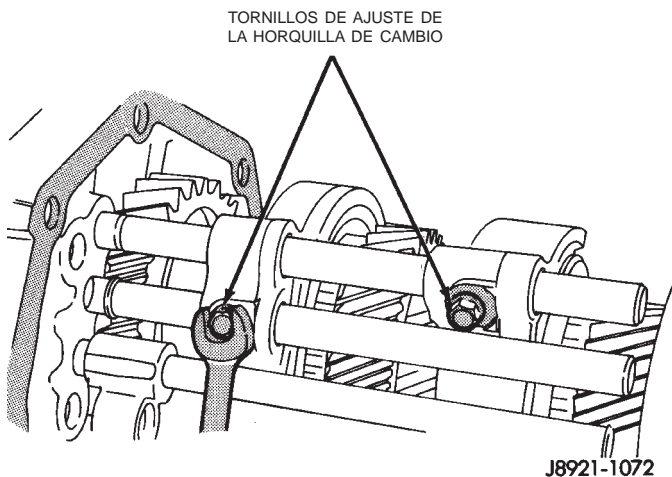

Fig. 90 Instalación de los pernos de fijación de la horquilla de cambio en la corredera de cambios
(19) Instale pernos nuevos para fijar las horquillas de cambio a las correderas de cambios (Fig. 90).